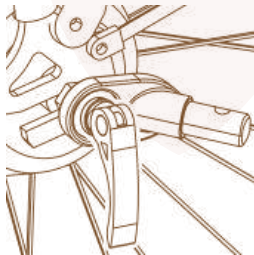

Abbildung 11
1. Schnellspannachse: Entfernen Sie die Schnellspannachse vom linken Hinterrad des Fahrrads. Setzen Sie die Kupplung zwischen die Schnellspannachse und den Rahmen. Ziehen Sie die Schnellspannachse gemäß den Anweisungen des Fahrradherstellers fest. Die Kupplung kann am Fahrrad verbleiben, wenn der Anhänger abgenommen wird (Abbildung 11).